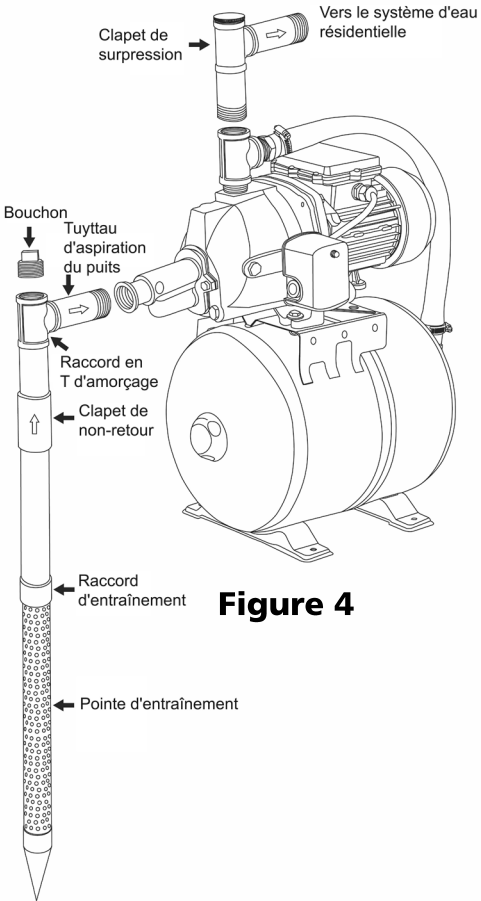

Figure 4
- 4. Install a priming tee with a plug on the suction pipe from the water source as shown in Figure 4. An inline check valve should also be installed on the suction line going to the pump. Install a union or other fitting that will allow the pump to be easily disassembled from the piping for easy servicing. Make sure Teflon tape or pipe joint compound is used on all joints.
4. Installer un raccord en T d'amorçage avec un bouchon sur le tuyau d'aspiration de la source d'eau dans la Figure 4. Un clapet de non retour intégré devrait également être installé sur la conduite d'aspiration se rendant vers la pompe. Installer un raccord union ou autre qui permettra la séparation aisée de la pompe de sa tuyauterie pour faciliter l'entretien. Assurer que du ruban téflon ou du composé